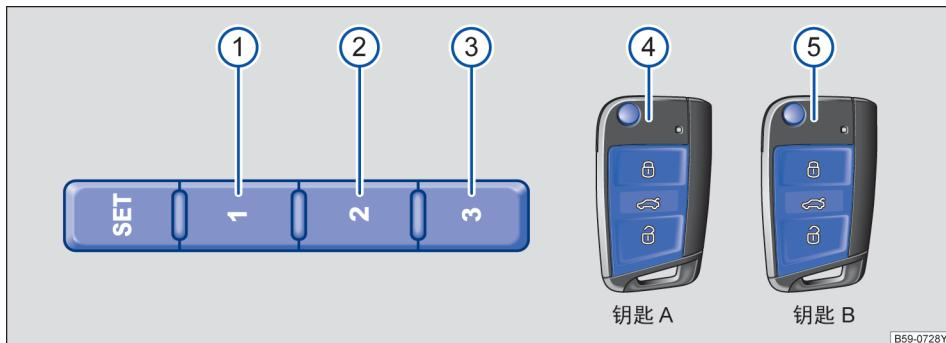

图 86 记忆位置图示
记忆座椅一共可以存储五个位置，座椅的记忆按钮可存储三个不同位置 ①、② 和 ③，两把遥控钥匙可分别绑定位置 ④ 和 ⑤ → 图 86。 ▲
- 按压按键 **SET** → 图 86。
- 在 10 秒钟内按压需要设置的记忆按钮 ①、② 或 ③。一个声音信号确认存储于该记忆按钮的位置设置成功。